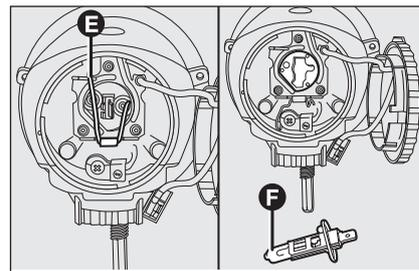

fig. 31
- décrocher le ressort **E-fig. 31** et enlever l'ampoule **F**;